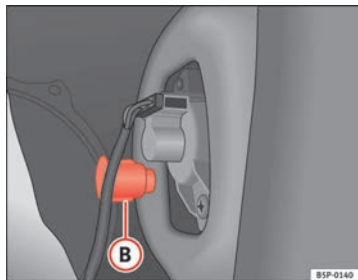

Abb. 193 Standlicht /
- Schrauben Sie die Kunststoffhalterung ⇒ Abb. 193 **B** der Rückleuchte heraus. Zum Herausdrehen können Sie einen Schraubendreher in dieses Teil einsetzen.